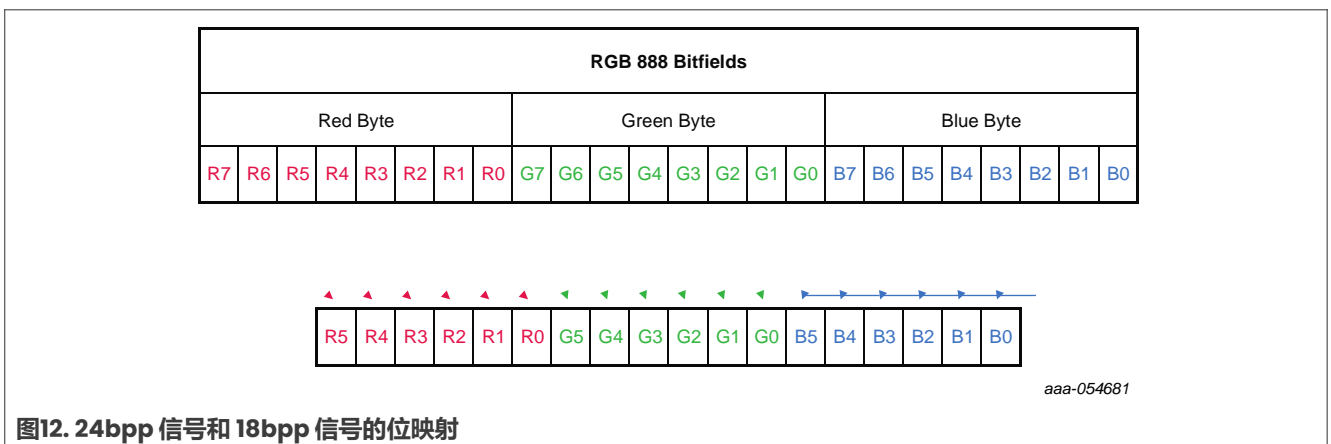

图12. 24bpp 信号和 18bpp 信号的位映射
**注意：**如果忽略24位色深 JEIDA 信号的第四行，就可以得到一个有效的3线18位色深VESA信号。如图12所示，R7信号会变为R5信号，G7信号会变为G5信号，依此类推。这意味着对于恩智浦.MX EVK板，需要从VESA模式切换到JEIDA模式，并将数据通道减少到三个。